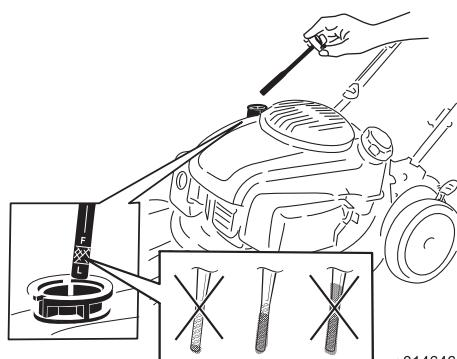

Figura 11
- Retire la varilla, límpiela con un trapo, vuelva a colocarla en el tubo de llenado, **pero no la enrosque** (Figura 11).
- Retire la varilla y compruebe el nivel de aceite (Figura 11). Si el nivel de aceite está por debajo de la marca Añadir de la varilla, vierta aceite **lentamente** por el tubo de llenado hasta que el nivel llegue a la marca de Lleno de la varilla. **No llene demasiado.** (Capacidad máxima: 0.65 L, tipo: aceite detergente 10W-30 o SAE 30, con clasificación de servicio API, SJ, o superior.)